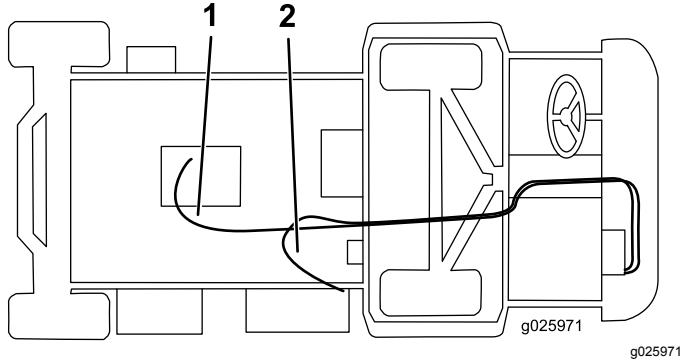

Рисунок 11
- Подсоедините длинный шланг к клапану обогревателя с помощью шлангового хомута и проложите его под машиной, над осью и к прямому штуцеру (Рисунок 11).
- Подсоедините короткий шланг к белому заливному тройнику с помощью шлангового хомута, проложите его через R-образный хомут на кронштейне обогревателя и подсоедините его к тройнику в нижнем шланге радиатора с помощью шлангового хомута (Рисунок 11).